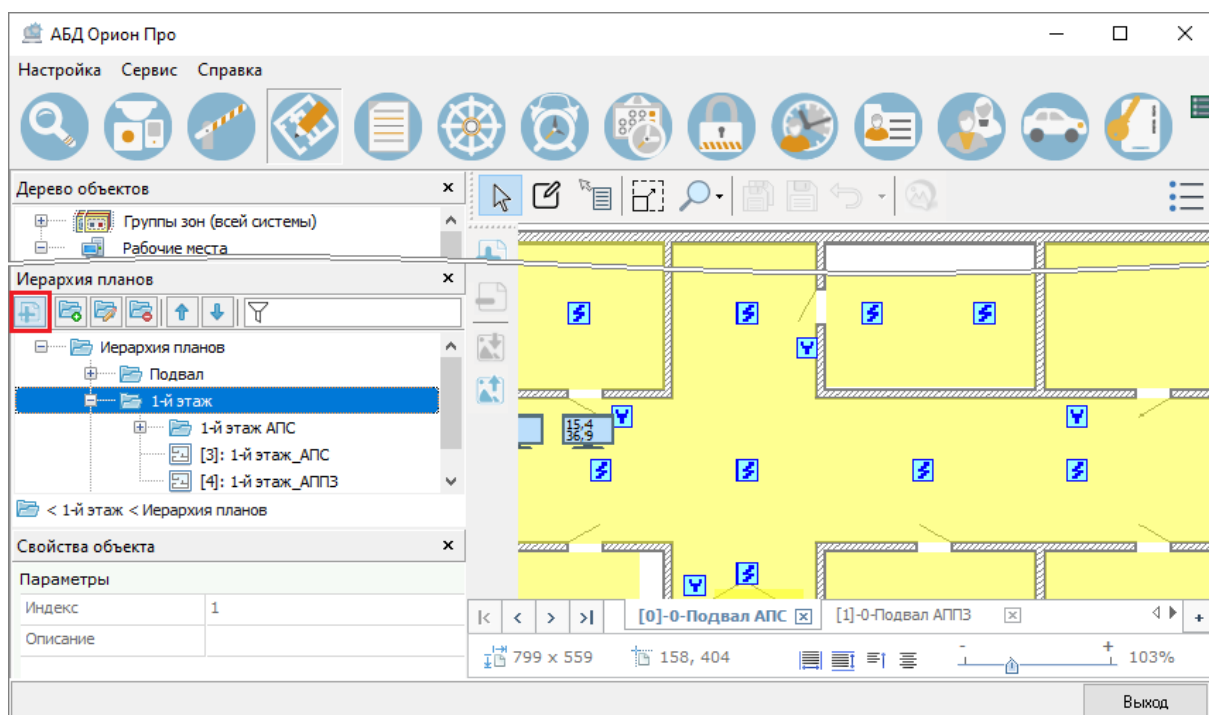

Рисунок 6-542 Инициализация создания плана по кнопке на панели инструментов иерархии планов
- либо на панели инструментов иерархии планов (см. п. 6.3.4.1.2.1) выделите ту группу планов, в которую будет включен добавляемый план, и нажмите кнопку  «Создать план» (см. Рисунок 6-542);